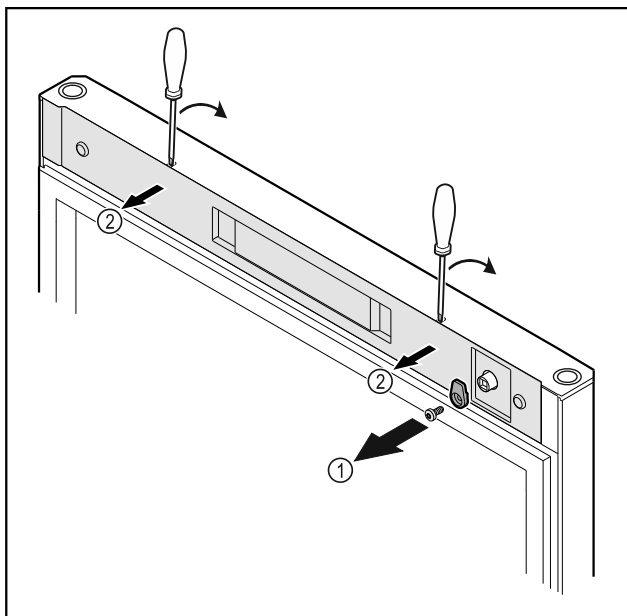

Fig. 16
- ▶ Odkręcić haczyk zamykający Fig. 16 (1).
- ▶ Ostonkę Fig. 16 (1) podważyć małym śrubokrętem i zdjąć.